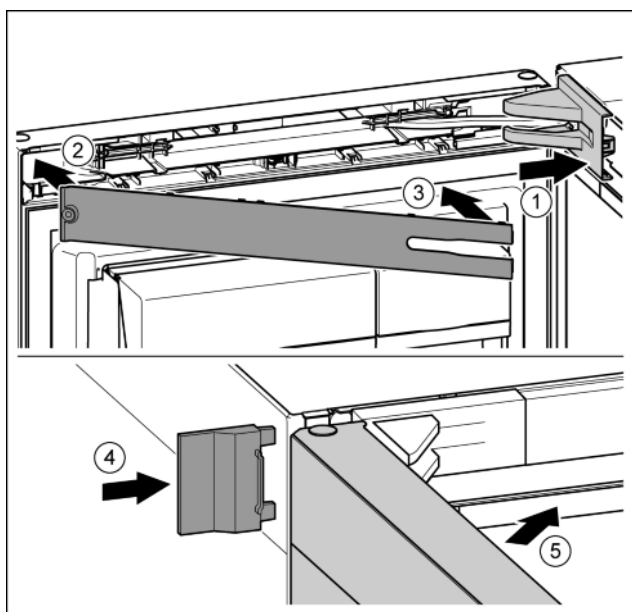

Fig. 43
- ▶ Встановіть та зафіксуйте кришку опорного кронштейна, у разі необхідності — обережно розтисніть. Fig. 43 (1)
- ▶ Встановіть накладку. Fig. 43 (2)
- ▶ Поверніть і зафіксуйте накладку. Fig. 43 (3)
- ▶ Насуньте зовнішню кришку. Fig. 43 (4)
- ▶ Закрийте верхні дверцята. Fig. 43 (5)